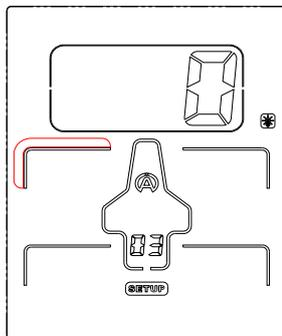

図 13
- 2) 左フロントタイヤが初期設定として点滅しています。(図 13)